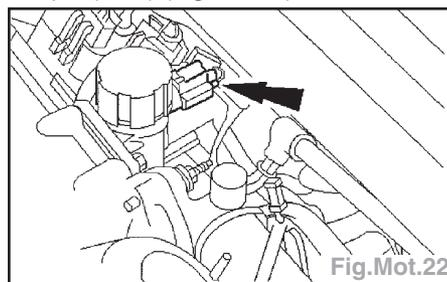

Fig.Mot.22
- Débrancher le connecteur d'électrovanne de régulateur de dépression électronique (EVR) (Fig.Mot.22).